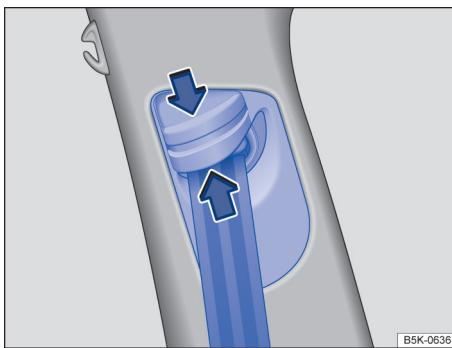

Fig. 36 Ao lado dos bancos dianteiros: regulagem de altura do cinto de segurança.
- Pressionar o dispositivo regulador no sentido da seta e mantê-lo pressionado → Fig. 36.